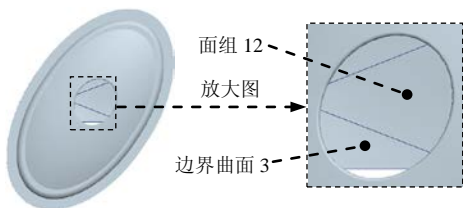

图 21.23 创建面组 123
Step9. 将图 21.23 所示的面组 12 与边界曲面 3 进行合并, 合并后的曲面暂且编号为面组 123。
(1) 按住 **Ctrl** 键, 选取要合并的两个曲面 (面组 12 和边界曲面 3), 然后单击  功能选项卡  下拉菜单中的  合并按钮, 系统弹出“合并”操控板。
(2) 单击按钮 , 预览合并后的面组。
(3) 确认无误后, 单击  按钮。